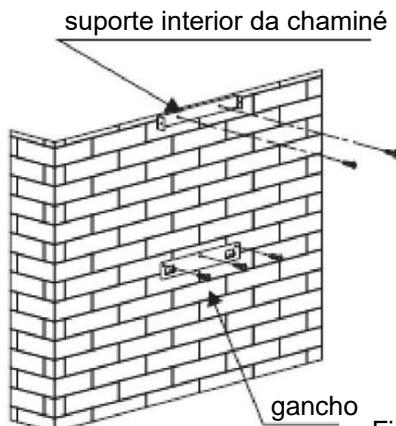

Fig. 2
3. Instale o fogão num local adequando logo que esteja determinada a altura de instalação e mantenha-o alinhado. A posição fixa no suporte da chaminé do lado de dentro é o local da chaminé. Ver Fig. 2.